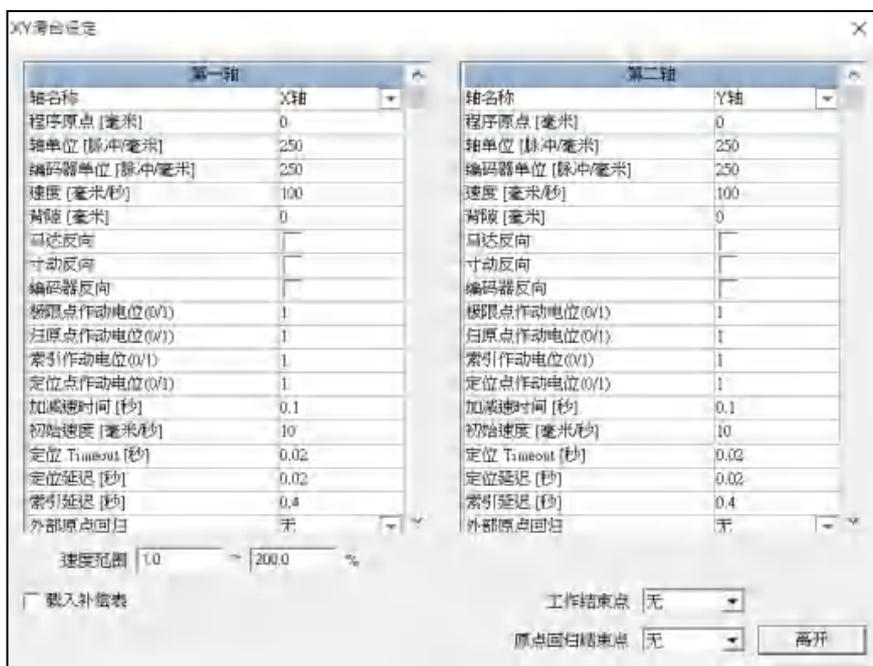

图 7.2.03
6. 按「设定」按钮，则出现如图7.2.03对话框可进行相关的所有设定。